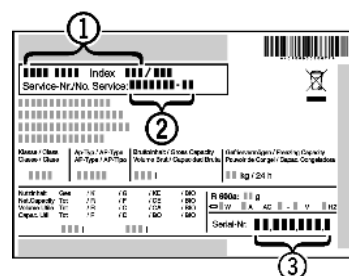

Fig. 9
- ▶ Denominación del aparato *Fig. 9 (1)*, nº del servicio técnico *Fig. 9 (2)* y nº de serie *Fig. 9 (3)* en la placa de identificación. La placa de identificación se encuentra en la parte interior izquierda del aparato.
- ▶ Informe al servicio postventa e indique el fallo, la denominación del aparato *Fig. 9 (1)*, el nº del servicio técnico *Fig. 9 (2)* y el nº de serie *Fig. 9 (3)* .